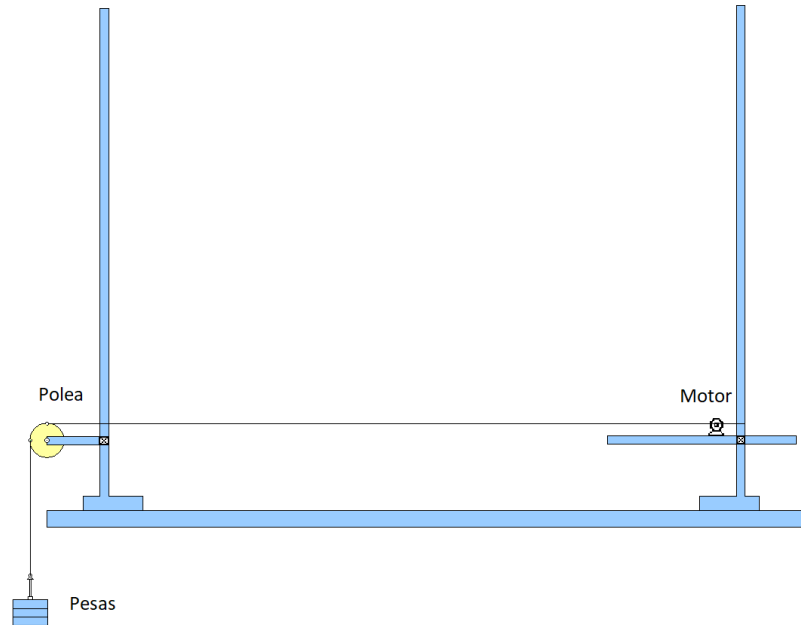

Figura 3: Esquema sugerido del montaje experimental
- Realice el montaje experimental de acuerdo con el esquema mostrado en la Figura 3.